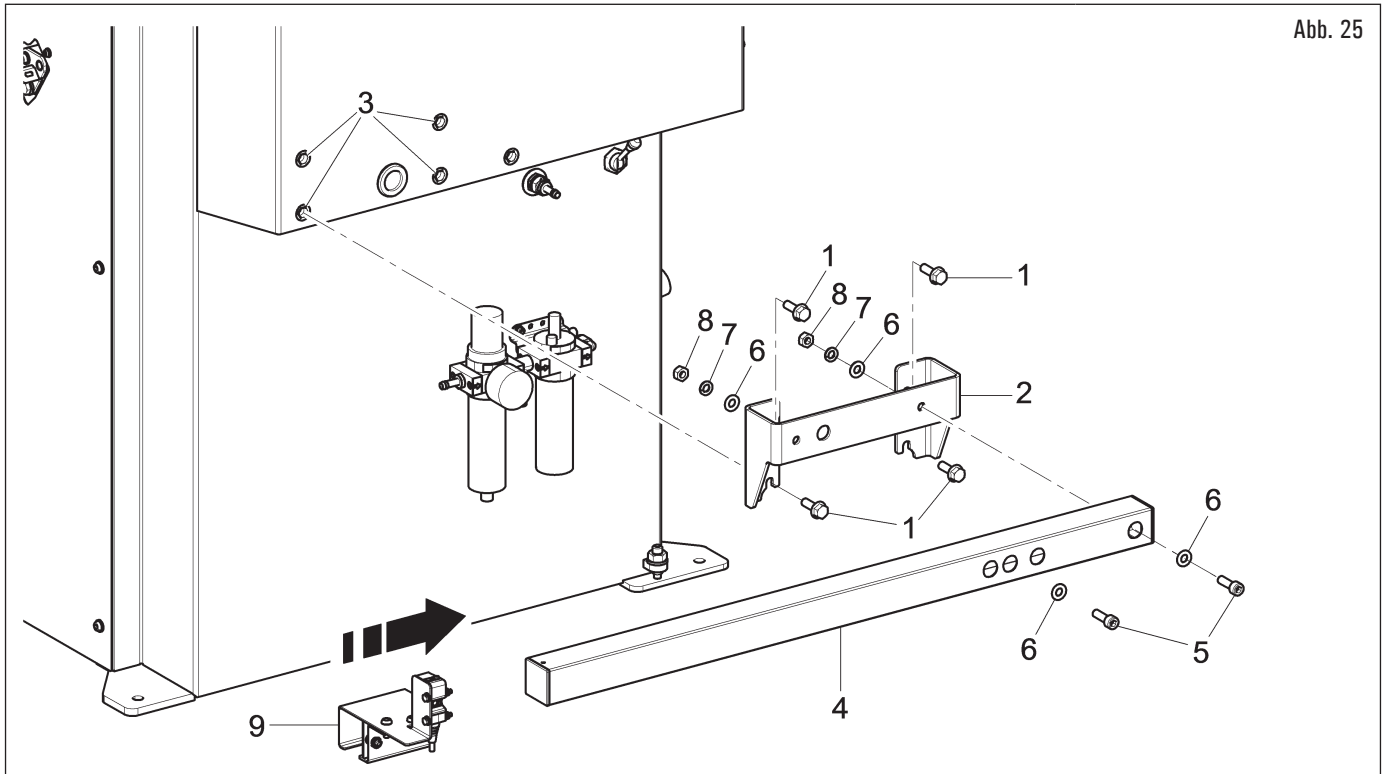

Abb. 25
1. Setzen Sie die 4 Schrauben (Abb. 25 Pkt. 1) in die Messgerätehalterung (Abb. 25 Pkt. 2) ein und schrauben Sie sie an den Gewindenieten (Abb. 25 Pkt. 3) am Rahmen des Geräts fest. Befestigen Sie den Run-out-Arm (Abb. 25 Pkt. 4) mit den 2 Schrauben (Abb. 25 Pkt. 5) und den Unterlegscheiben (Abb. 25 Pkt. 6) an der Bügel (Abb. 25 Pkt. 2). Befestigen Sie die Schrauben (Abb. 25 Pkt. 5) mit den Muttern (Abb. 25 Pkt. 8) und den Unterlegscheiben (Abb. 25 Pkt. 6 und 7);
2. Montieren Sie das Run-out (Abb. 25 Pkt. 9) wie in Abb. 25 gezeigt;